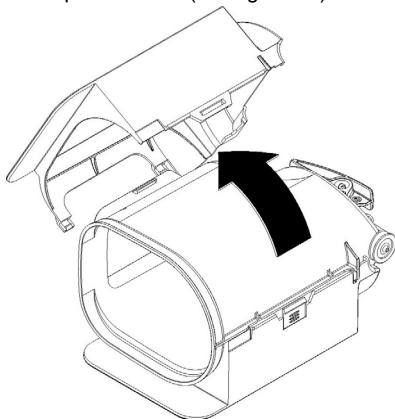

figure 10
- 2** Enlever la partie gauche de l'habillage et ensuite la partie droite. (voir figure 10).